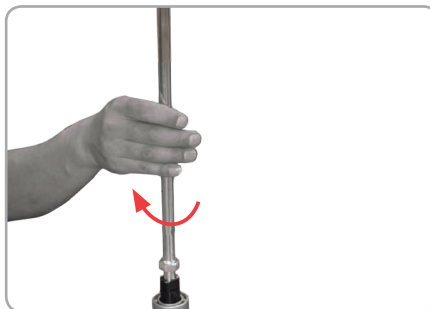

Fig.7
- Introduceți partea filetată a tijeii paletei de amestecare în gaura M14 din axul central al amestecătorului (fig.7).